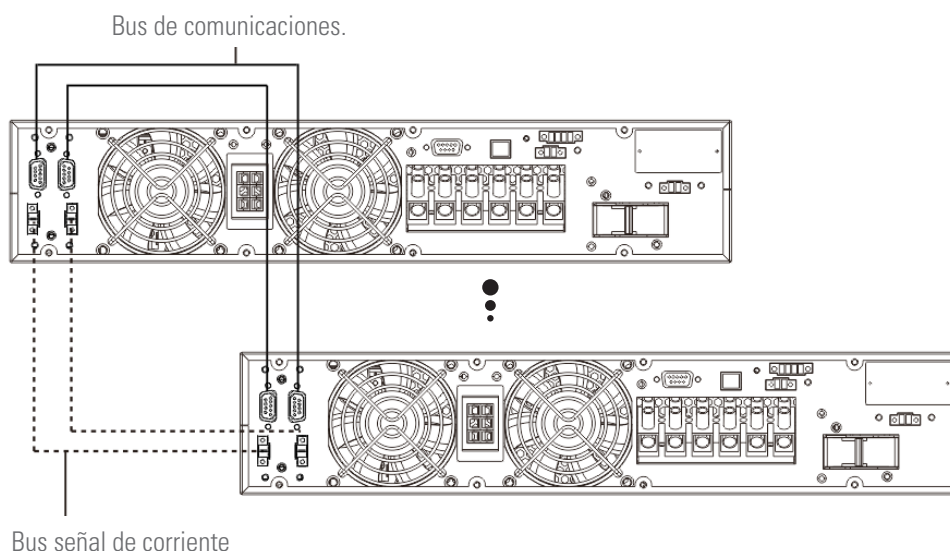

Fig. 25. Conexiones de comunicación y señal de corriente para sistema en paralelo.
- **Bus de conexiones en paralelo y señal de corriente.** Utilizar la manguera de 15 conductores de señal con malla y conectores DB15 en los extremos para unir un máximo de 3 equipos. Cada manguera dispone de un conector macho y otro hembra en los extremos, que deberá conectarse para enlazar los dos equipos. Es imprescindible cerrar el bucle de comunicaciones del bus paralelo y del bus de señal de corriente mediante la manguera con conectores (ver Fig. 25). La longitud de las mangueras relacionadas con el bus paralelo es de aprox. 1,5 metros y no debe prolongarse bajo ningún concepto por el riesgo a interferencias y fallos en la comunicación que ello comportaría.